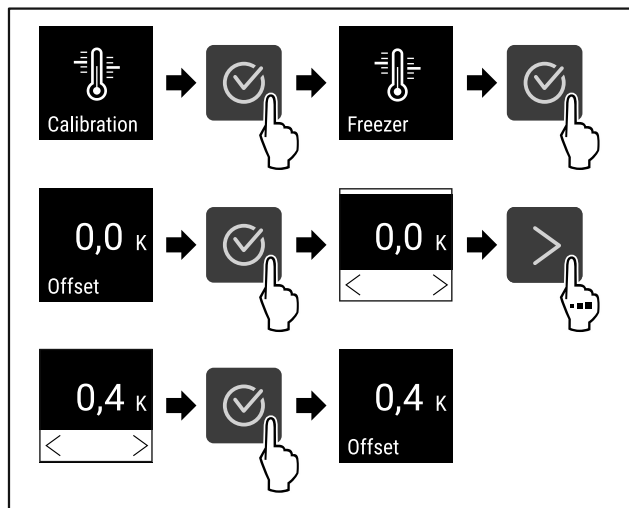

Fig. 96
► Выполните шаги действия (см. Fig. 96) .